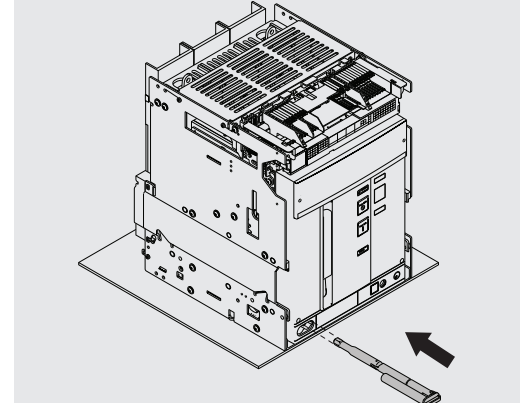

Figura 49
13. Volver a poner la manivela en su alojamiento. Véase Figura 49.